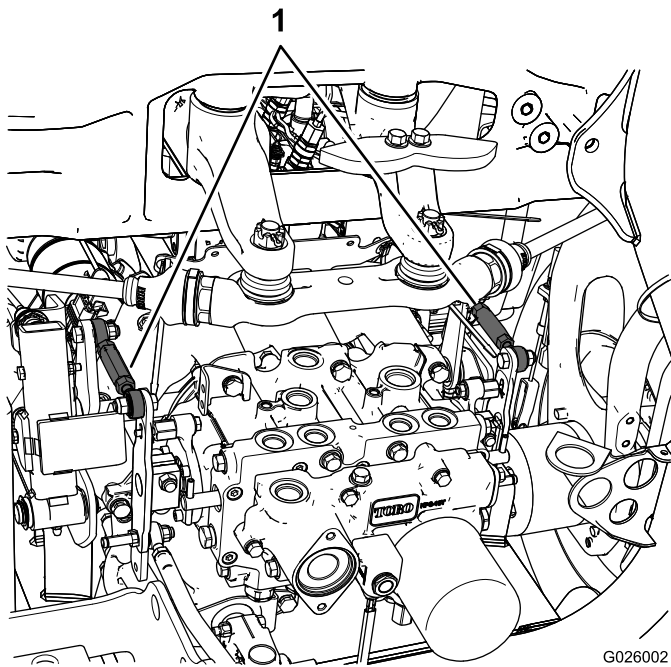

Figura 38
- Si el neumático trasero izquierdo está girando, afloje las contratueras de la varilla de control de la transmisión del lado izquierdo (Figura 38).